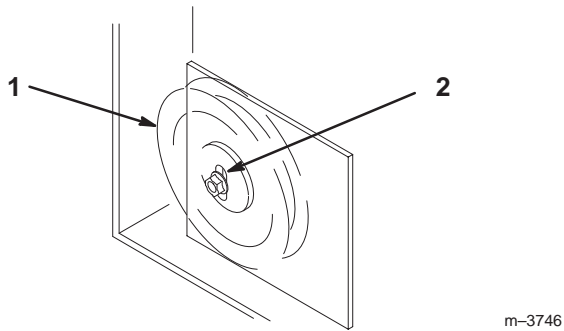

Figure 77
11. Si la plaque de la poulie de tension touche le bout de la fente de réglage et qu'il faut encore tendre la courroie, une légère modification de la poulie de tension fixe droite peut offrir un réglage de tension supplémentaire (Fig. 77).